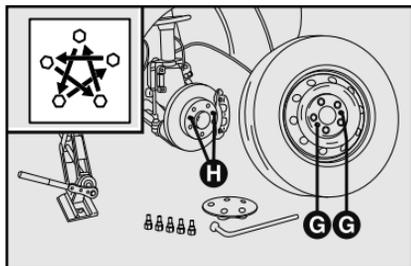

fig. 7
7) Monte la rueda de repuesto, haciendo coincidir los orificios **G-fig. 7** con los pernos **H** correspondientes. Cuando monte la rueda de repuesto, asegúrese de que las superficies de apoyo de la misma estén limpias y sin residuos que podrían hacer que más adelante se aflojaran los tornillos de fijación.
10) Apriete a fondo los tornillos, pasando de un tornillo al otro diametralmente opuesto, siguiendo el esquema que se ilustra en la **fig. 7**.